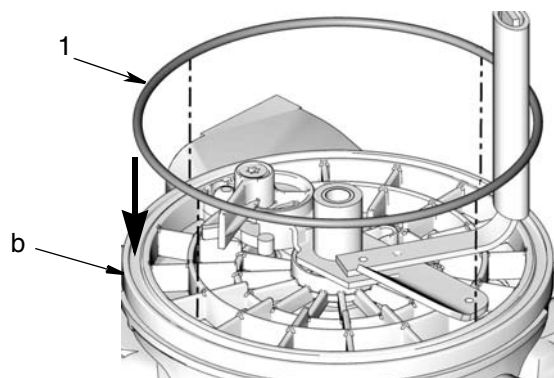

FIG. 10
1. Revêtir le nouveau joint torique (1) de lubrifiant (fourni par l'utilisateur).
2. Installer le joint torique au fond de la plaque presse-purée (b) (FIG. 10).